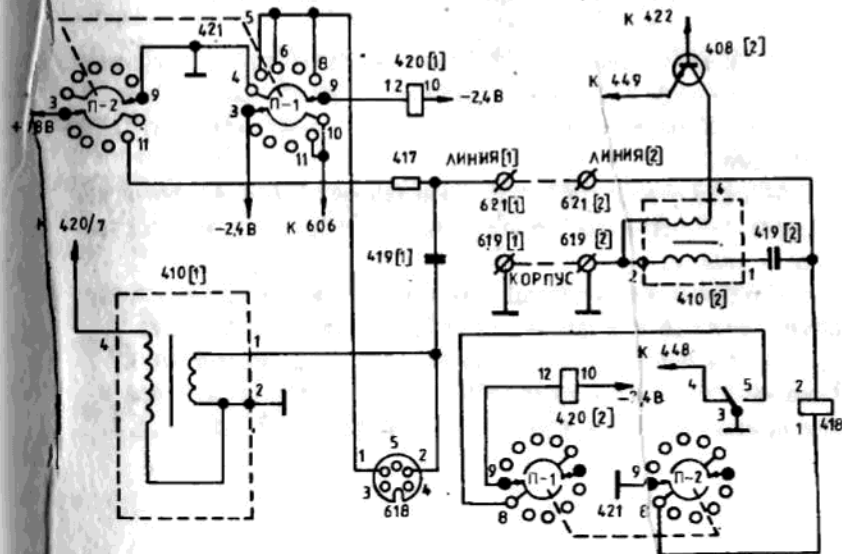

Рис. 9. Упрощенная принципиальная схема блока низкой частоты при положении переключателя (421) "ПЕР. РЕТР. СВЕТ."
приемника первой радиостанции модулируется передатчик второй радиостанции. Когда ручка переключателя (421) переводится в положение "ПЕР. РЕТР. СВЕТ" /см. упрощенную принципиальную схему (рис. 9)/, замыкается цепь реле (420) и первая радиостанция переводится на передачу, одновременно контактами переключателя разрывает цепь постоянного тока, поступающего в линию, и вторая радиостанция переходит на прием.